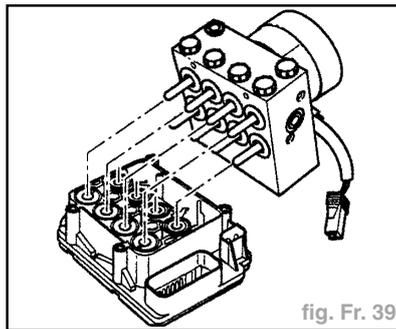

fig. Fr. 39
- En retirant l'appareil de commande, veiller à ce que les dômes d'électrovannes de l'unité hydraulique ne soient pas de travers avec les bobines magnétiques de l'appareil de commande (fig. Fr. 39).